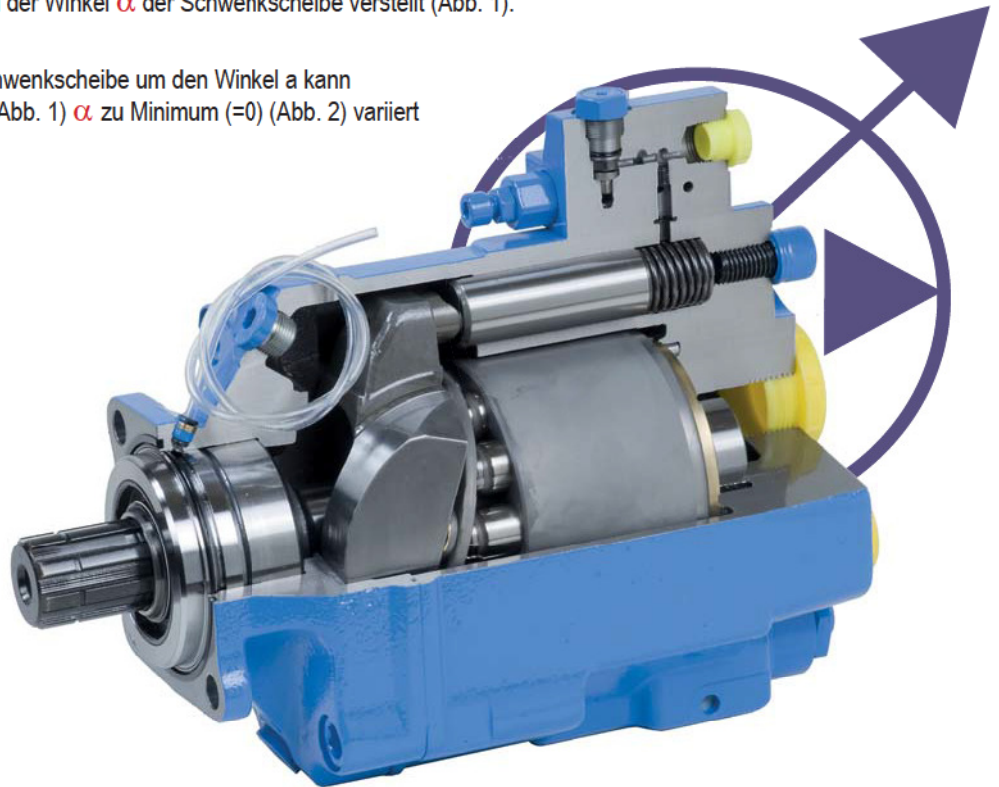

Abb. 1 - Maximaler Förderstrom
Um das Fördervolumen zu ändern, wird der Winkel  $\alpha$  der Schwenkscheibe verstellt (Abb. 1).
- ▶ Durch Änderung der Anstellung der Schwenkscheibe um den Winkel  $\alpha$  kann das Fördervolumen  $\alpha$  von Maximum. (Abb. 1)  $\alpha$  zu Minimum (=0) (Abb. 2) variiert werden.